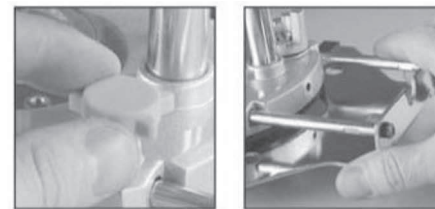

рис. 5
6.7 Установите параллельные направляющие (рис.5). Параллельная направляющая служит для фрезерования кромок и канавок параллельно с ними на определенном расстоянии. После выставления необходимого расстояния зафиксируйте винты (15).